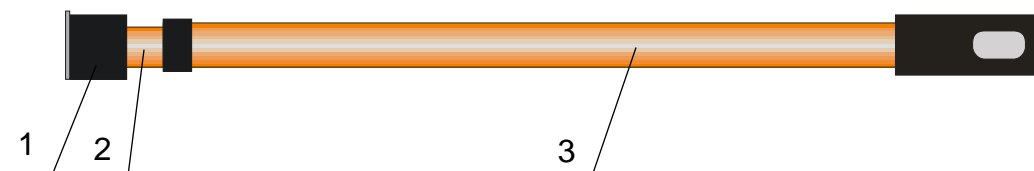

Рис.7 Телескопический держатель
1.6.3 Конструкция телескопического держателя показана на рис. 7.